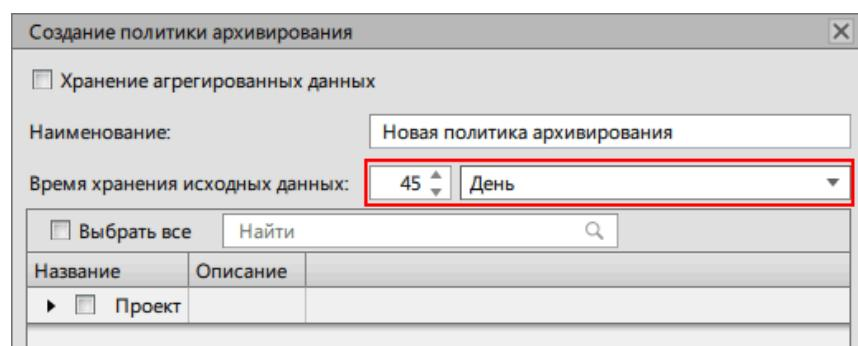

Рисунок 272 - Время хранения исходных данных
3. Назначьте **Время хранения исходных данных** (Рисунок 272).